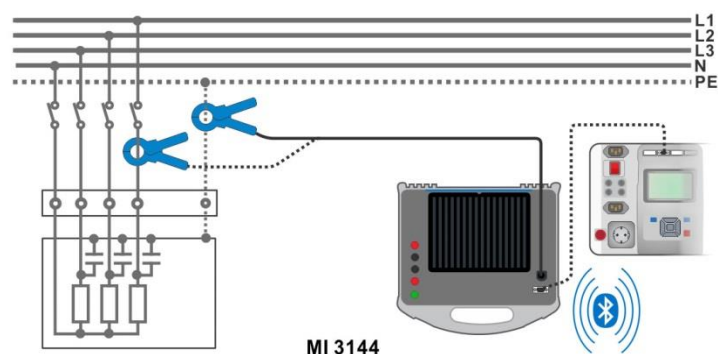

Abbildung 6.100: Stromzangenmessgerät-Messung
- › Umschließen Sie das zu prüfende Objekt mit der Messzange. Siehe **Abbildung 6.100**. Ausführliche Informationen finden Sie in **der Bedienungsanleitung für MI 3144 – Euro Z 800 V**.